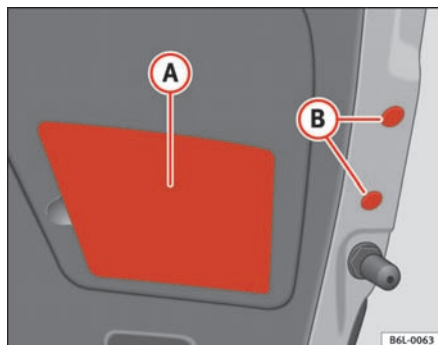

Fig. 158 Baglygte på bagklap
- Sæt hætterne **B** og kunststofafdækningen **A** på ⇒ fig. 158.